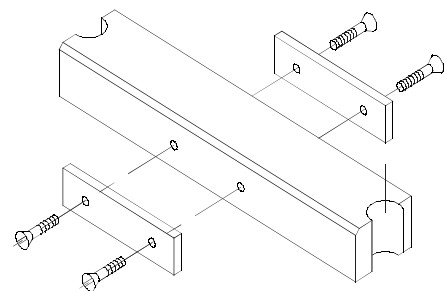

图14.
2. 如果阀门配备助开带，松开夹紧杆处的固定螺钉（8个），然后拉出助开带（图14）。
2. 打开阀门半体之间的螺钉（7），然后分离下阀体。如果阀门配备助开带，将其（17）从上夹紧杆（3）和下夹紧杆（4）上分离（8个螺钉）（图14）。